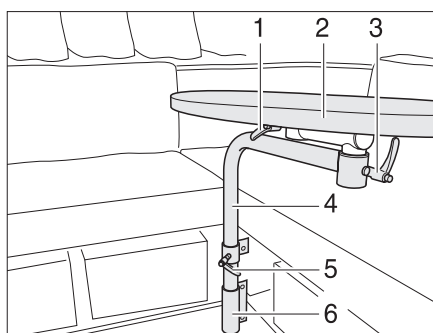

Fig. 58 Tavolo orientabile
- Svitare le viti ad aletta (Fig. 58,1, 3 e 5).
- Ruotare il piano del tavolo (Fig. 58,2) nella posizione desiderata.
- Svitare le viti ad aletta (Fig. 58,5).
- Estrarre il piano del tavolo (Fig. 58,2) con il piede del tavolo (Fig. 58,4) dalla sede (Fig. 58,6) e riporlo.